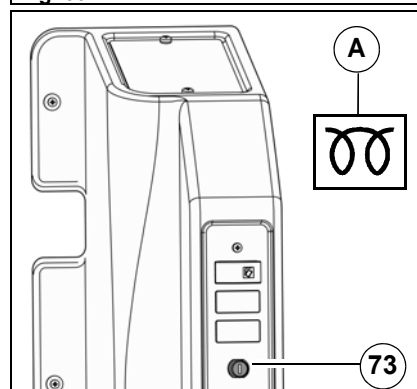

Fig. 51:
- Si le symbole d'avertissement de la pression d'huile du moteur **Fig. 51-A** est allumé sur l'écran multifonction lorsque le moteur tourne, une détérioration du moteur risque de se produire ! Arrêter le véhicule dans une zone sûre. Arrêter immédiatement le moteur et contrôler le niveau d'huile. Faire éliminer la cause de la pression trop faible de l'huile de moteur.
- Position 1 : préchauffer le moteur jusqu'à ce que le voyant de contrôle **Fig. 51-A** s'éteigne